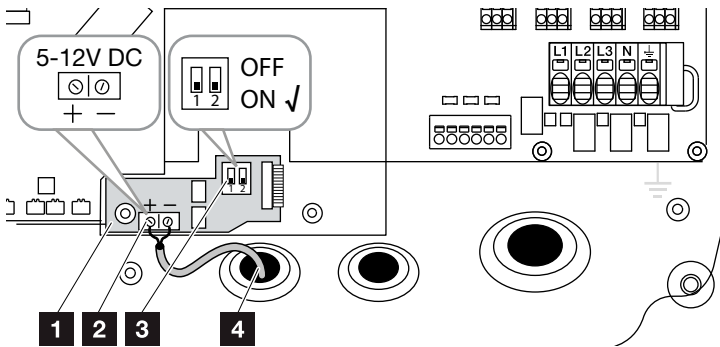

Abb. 26: KOSTAL Smart AC Switch Karte
1. Steuerleitung in den Wechselrichter einführen und an die Anschlussklemme **Abb. 26, Pos. 2** der Leiterplatte anschließen.
3. DIP-Schalter auf ON stellen **Abb. 26, Pos. 3**